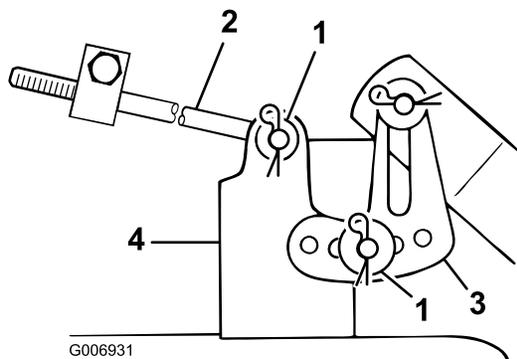

Figura 48
7. Retire el pasador y la arandela del soporte de nivelación (Figura 48).
8. Coloque el soporte de nivelación en un taladro diferente y coloque la arandela y el pasador (Figura 48).